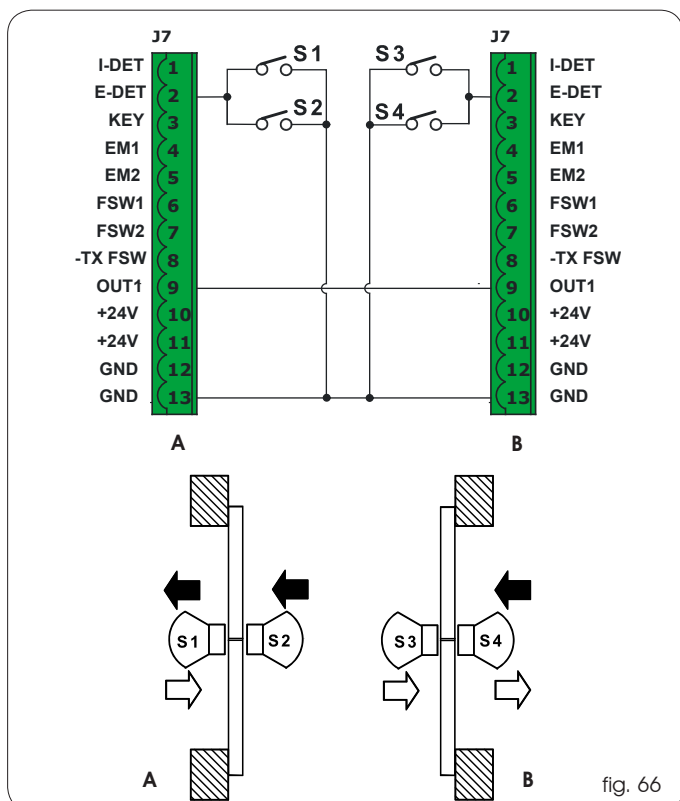

fig. 66
- Maak de verbindingen tussen de twee klemmenborden J6 van de twee kaarten E140, en van de sensors, zoals op fig. 66.